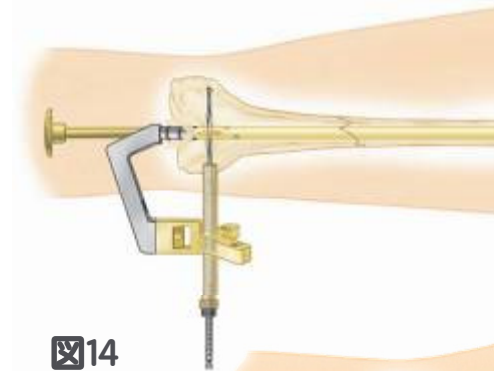

図14
4. φ4.0mmロングパイロットドリル（7163-1110）で両皮質骨をドリリングします（図14）。